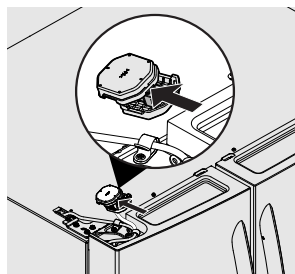

Figura 2
2. Desconecte el mazo de cables eléctricos que va desde la puerta hasta la cubierta de la bisagra. Figura 2.